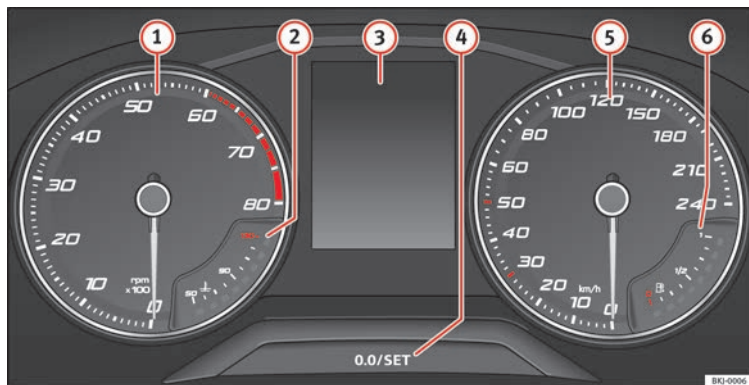

Abb. 124 Display des Kombi-Instruments in der Instrumententafel.
» Abb. 124 ③ je nach Fahrzeugausstattung verschiedene Informationen angezeigt werden:
- Drücken Sie kurz die Taste » Abb. 124 ④, um den Tageskilometerzähler auf 0 zurück zu setzen.
- Wenn Sie die Taste ④ drei Sekunden lang gedrückt halten, wird der vorherige Wert angezeigt.
- Zum Einstellen der Uhrzeit die Taste » Abb. 124 ④ länger als 3 Sekunden gedrückt halten, um die Anzeige für Stunden oder Minuten auszuwählen.
- Zur weiteren Einstellung die Taste ④ drücken. Zum Schnelldurchlauf gedrückt halten.
- Erneut die Taste ④ drücken, um die Einstellung der Uhrzeit abzuschließen.
Die Taste » **Abb. 124** **④** länger als 15 Sekunden gedrückt halten, um die Motorkennbuchstaben (MKB) des Fahrzeugs anzuzeigen. Dazu muss die Zündung ein- und der Motor ausgeschaltet sein.
Der Drehzahlmesser zeigt die Motordrehzahl pro Minute an » **Abb. 124** **①**.
Die Nadel des Drehzahlmessers **①** » **Abb. 124** darf den roten Bereich nur für einen kurzen Moment erreichen, andernfalls besteht die Gefahr eines Motorschadens.
Die Kühlmitteltemperaturanzeige **2** » **Abb. 124** arbeitet nur bei eingeschalteter Zündung. Um Motorschäden zu vermeiden, beachten Sie bitte die folgenden Hinweise zu den Temperaturbereichen.